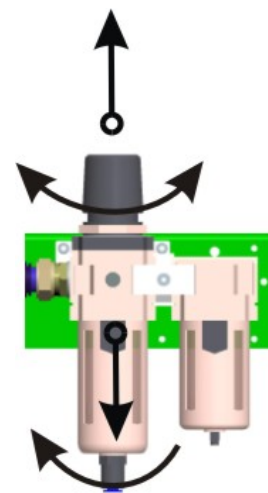

Рис. 5
7.4. Замена фильтровального вкладыша фильтра (если входит в изделие) (Рис. 5)
(если входит в изделие) (Рис. 5)